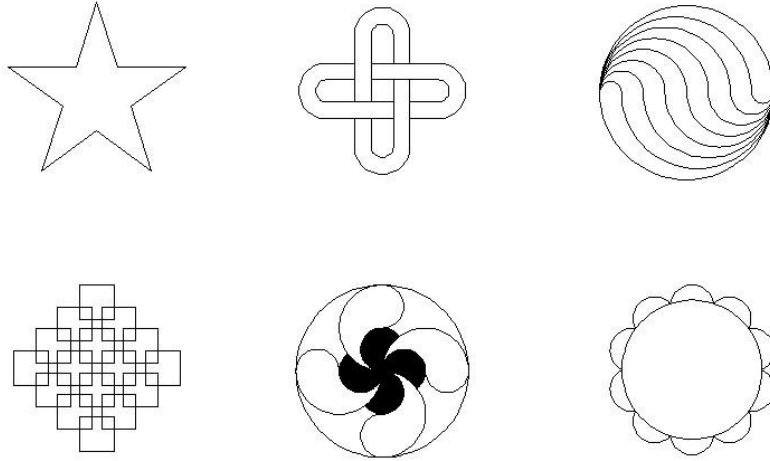

图 2-115 扩展项目图形 1
1. 利用已掌握的 AutoCAD 2007 图形绘制和编辑命令，结合精确绘图辅助工具绘制如图 2-115 所示的图形。